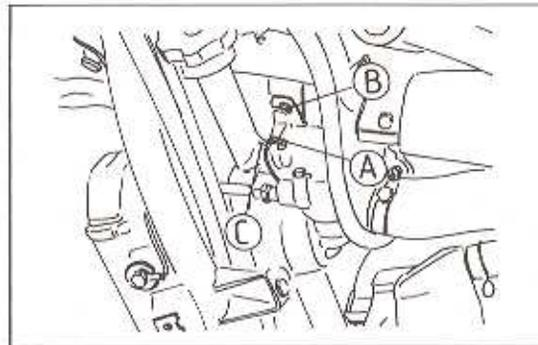

Bild 87
- Das Thermostatgehäuse vom Rahmen abschrauben und entnehmen (Bild 87).